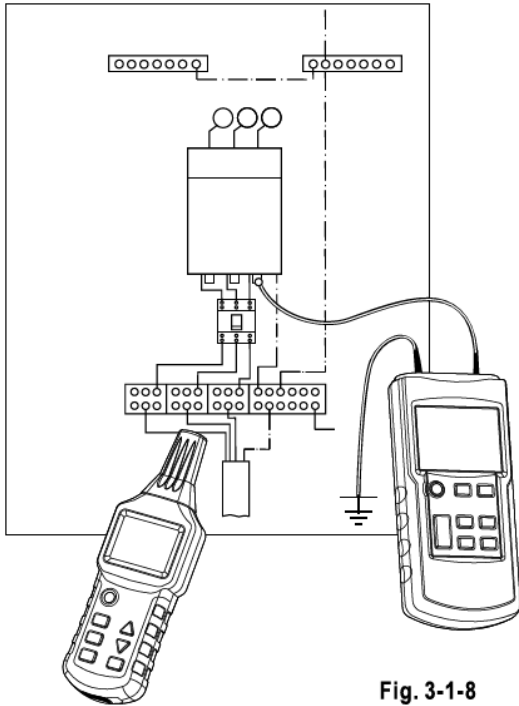

Fig. 3-1-8
- 3) Schliessen Sie den Transmitter wie in Fig. 3-1-8 dargestellt an.